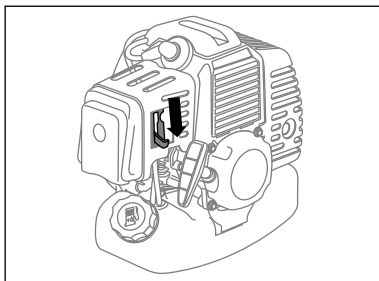

рис. 13
- На ручке управления нажмите рычаг дроссельной заслонки и зафиксируйте его фиксатором (рис. 13).
- Рычаг воздушной заслонки переведите вниз, затем нажмите на рычаг дроссельной заслонки для разблокировки (рис. 13).